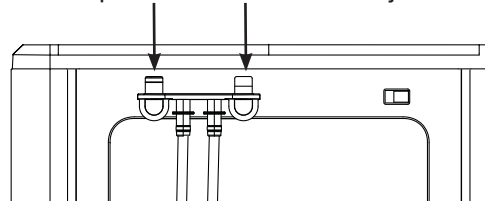

Figura 11
17. Vuelva a colocar los tubos de drenaje en la parte posterior. Ver figura 11.